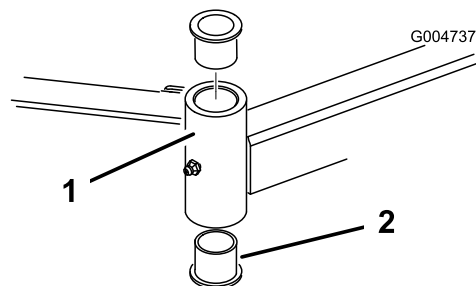

Рисунок 25
4. Вставьте выколотку сверху или снизу монтажной трубы и выбейте втулку из трубы (Рисунок 25).